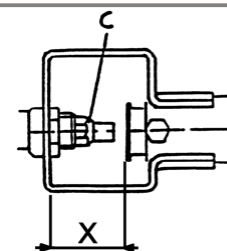

Fig. 3
4.2 Regolazione dell'aria primaria (Fig. 3)
Per cambiare l'iniettore "C" (Fig. 3) togliere, tirandolo, il pannello dei comandi; con una chiave da 12 svitare l'iniettore e sostituirlo secondo tabella 2.